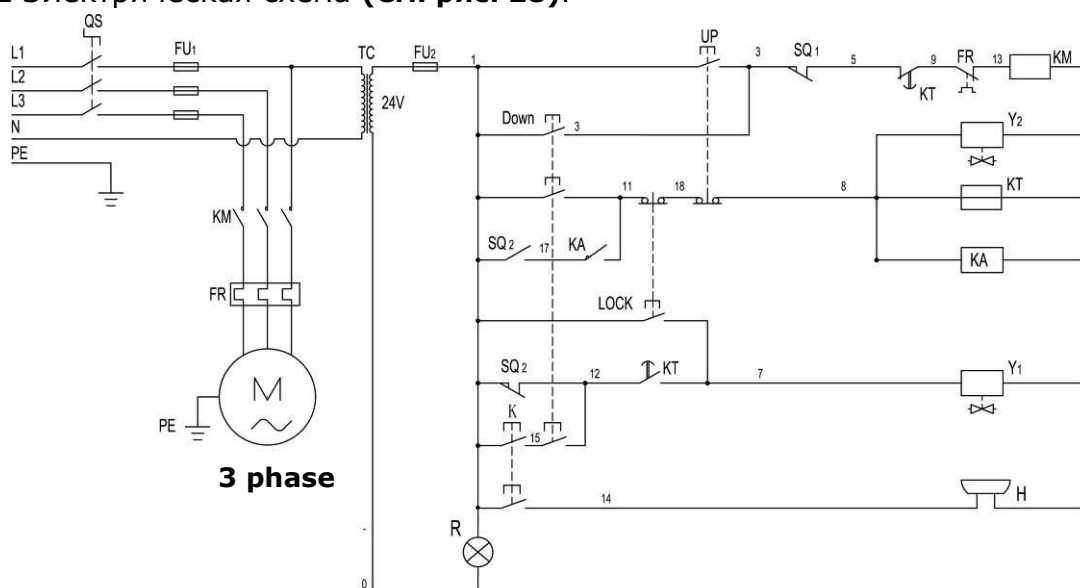

Рис. 28
2.2 Электрическая схема (См. рис. 28).